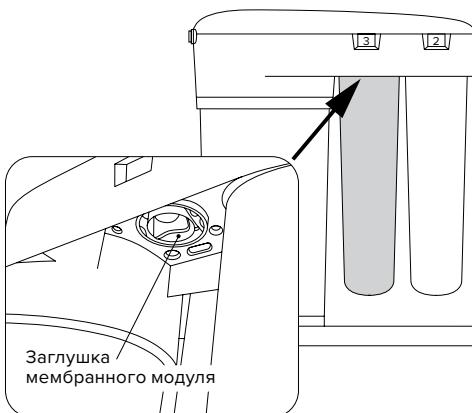

Рис. 9
- Установите вместо мембранным модуля сервисную заглушку (рис. 9).